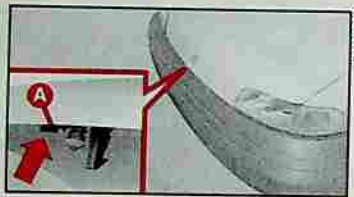

fig. 74
2) Agir sur le levier **A**-fig. 74.